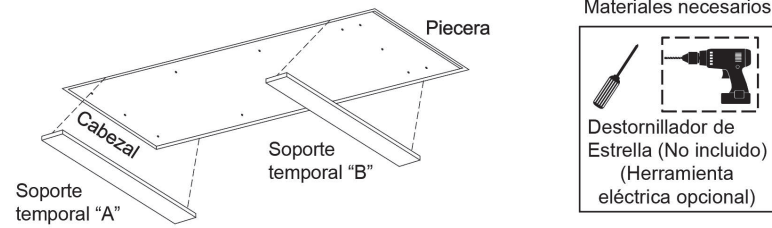

Figura 12 Removiendo soportes temporales
N. Instalador #1: Remueva los soportes temporales "A" y "B" del techo. Ver Figura 12.